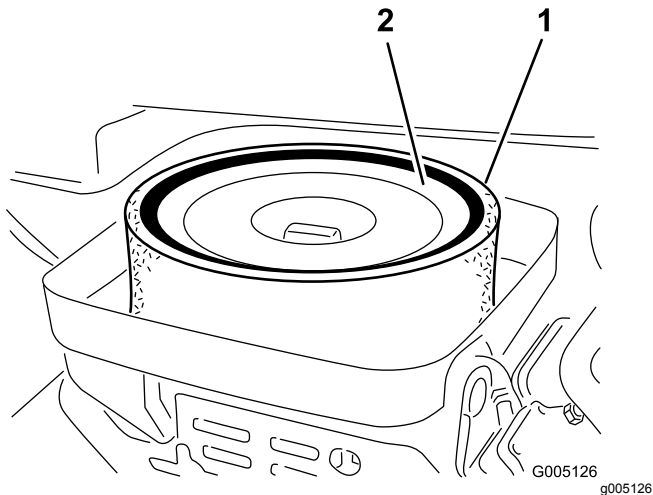

Bild 31
3. Entfernen Sie die Flügelmutter, mit der die Einsätze am Luftfiltergehäuse befestigt sind (Bild 31).
4. Nehmen Sie einen verschmutzten Schaumeinsatz vorsichtig vom Papiereinsatz ab (Bild 31). Reinigen Sie ihn gründlich wie folgt: